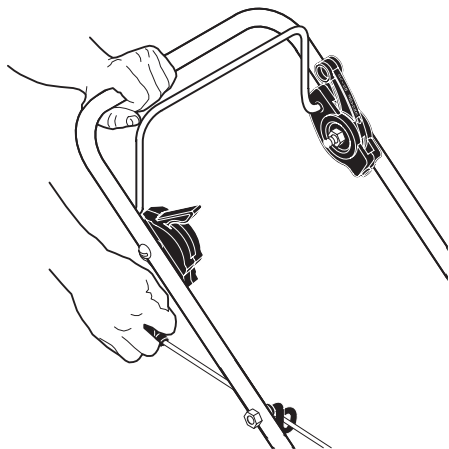

Рис. 12 Запуск двигателя
- Встаньте позади газонокосилки.левой рукой возьмитесь за рабочую ручку, а правой рукой возьмите ручку стартера (Рис. 12). Стопор рычага включения триммерной головки не нажимайте (Рис. 12).